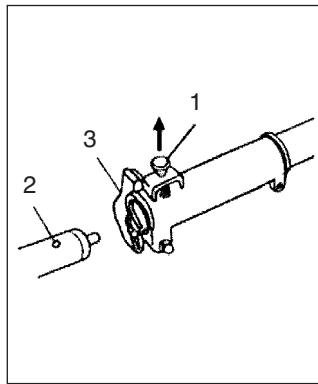

Fig.1-1B
2. Se till att låstappen (1) passar i inställningshållet (2) i röret och attröret inte ramlar av. (Fig. 1-1B)
3. Drag fast rattmuttern (3) ordentligt. (Fig. 1-1B)